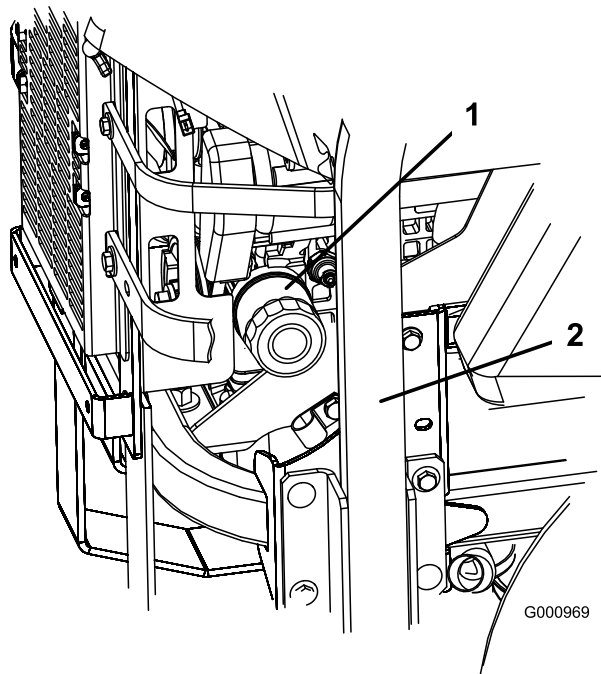
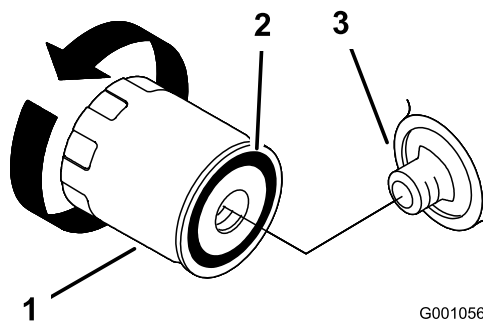

Bild 44
Bild 45
2. Drehen Sie den Ölfilter zum Entfernen nach links (Bild 44 und Bild 45).